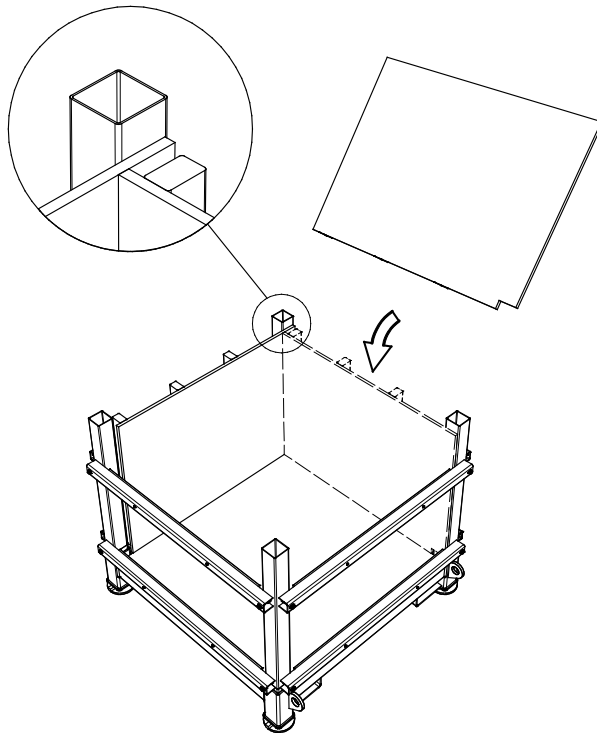

Abbildung 20. Platzieren der Seitenschalung.
- 4.3 Platzieren Sie die vier Seitenschalungen gleichmäßig nacheinander auf der unteren Schalplatte in der Basis. Die Kerbe zeigt dabei nach unten und die Kanthölzer legen sich gegen die Unterstützungsträger. Siehe Abbildung 20. Stellen Sie sicher, dass alle Einheiten überlappen, dass alle Seiteneinheiten gleichmäßig gestützt sind, während sie an den Unterstützungsträgern lehnen.